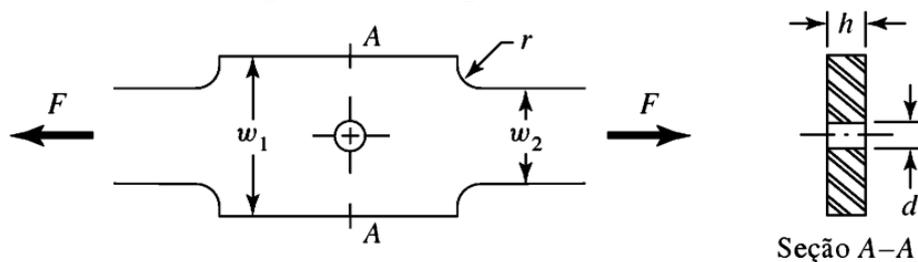

Figura 1.6
1.1.6 A placa de aço AISI 1020 laminado a frio da Figura 1.6 está sujeita a uma força F alternada de 20 kN. Determine a espessura h para um coeficiente de segurança dinâmico de 2,5. Dados: $r = 6$, $d = 20$ mm, $w_1 = 90$ mm e $w_2 = 60$ mm.